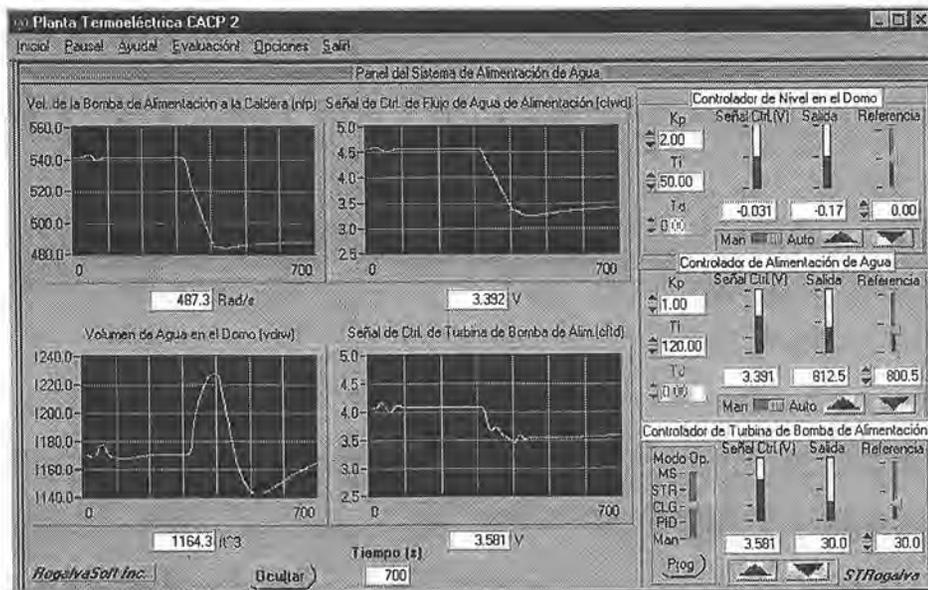

Figura A5.3. Apariencia de un panel de control típico del programa *TermoCACP2.prj*.
Por otro lado, en la figura A5.3 es posible observar la apariencia de un panel de control típico. En particular se muestra el Panel del Sistema de Alimentación de Agua, el cual es desplegado al oprimir el botón *Panel Agua Alim*. Otra forma de desplegar los paneles de control es pulsar la combinación *Alt+ letra subrayada en el botón*. En el caso mostrado en la figura A5.3 la combinación es *Alt+u*. Cada panel cuenta con diversos indicadores numéricos, entre los que se encuentra el que despliega el tiempo simulado, y con algunos controladores asociados con el sistema específico. Además, en cada panel de control se tienen 4 gráficas de despliegue continuo que muestran el comportamiento de diversas variables de la simulación que se relacionan con el sistema de interés. También, se tiene un botón *Ocultar*, el cual permite regresar al panel principal. Otra forma de hacer esto es mediante la combinación *Alt+l*. Nótese que en la parte superior de la figura sigue apareciendo el menú principal.
Los *PID's* convencionales permiten modificar la sintonización del controlador, así como el punto de ajuste (señal de referencia) del mismo, a la vez que muestran los valores de la salida real del sistema controlado y de la acción de control tomada. En cada controlador aparecen atenuados los parámetros que no se utilizan; por ejemplo: *en el controlador de Nivel en el Domo*, del panel mostrado en la figura A5.3, *se tiene atenuado* el parámetro que se relaciona con la acción derivativa de control, lo cual indica que la ley de control utilizada es de tipo *PI*. Además, cada *PID* convencional tiene implementada una estación Manual/Automático sencilla, la cual no cuenta aún con una transferencia sin saltos de manual a automático. Cuando el controlador está en modo manual, el usuario debe usar las teclas de flecha arriba o abajo para incrementar o disminuir la magnitud de la señal de control, respectivamente. En modo automático estas teclas están inhabilitadas. También, se debe decir que *no es posible modificar el punto de ajuste* de aquellos controladores que están definidos como *esclavos* en una configuración *cascada*, ni de la Unidad de Control de Carga, cuyo punto de ajuste está definido por la señal de control demanda de carga *ldc*.
Por su parte, los *CACP's* permiten modificar el punto de ajuste y observar la magnitud tanto de la salida real del sistema controlado, como de la acción de control tomada (en el intervalo de 1-5 Volts o de 2.5-5 Volts), mediante tres indicadores numérico-visuales dispuestos para tal fin. En la figura A5.3 el controlador de la turbina de la bomba de alimentación (TB) es un *CACP* típico. Además, los *CACP's* cuentan con un conmutador o selector de modo de operación